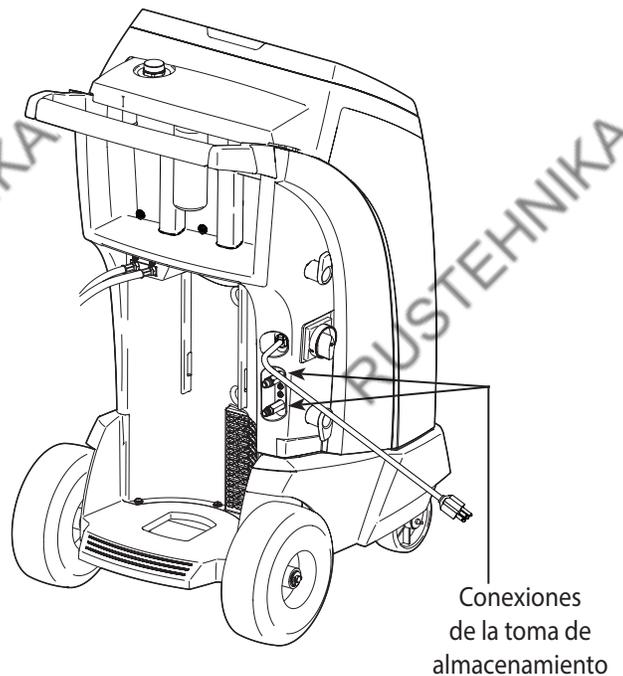

Figura 5
2. Conecte los manguitos de servicio a las conexiones de las tomas de almacenamiento de la máquina como se muestra en la figura 5.